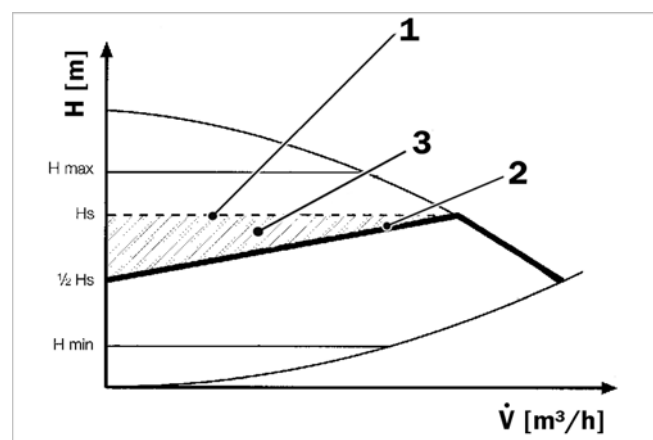

Abb. 4: Regelcharakteristik Wilo Stratos PICO
Die Elektronik verändert den von der Pumpe einzuhaltenden Differenzdruck über den zulässigen Förderstrombereich linear zwischen  $\frac{1}{2} H_s$  und  $H_s$  (vgl.  $\rightarrow$  Abb. 4 (2)). Der Differenzdruck-Sollwert  $H_s$  ändert sich mit dem Förderstrom, d. h., bei abnehmender Fördermenge wird auch der Differenzdruck (Förderhöhe) reduziert. Diese Regelungsart bietet sich besonders bei Heizungsanlagen mit Heizkörpern an, da die Fließgeräusche an den Thermostatventilen reduziert werden.